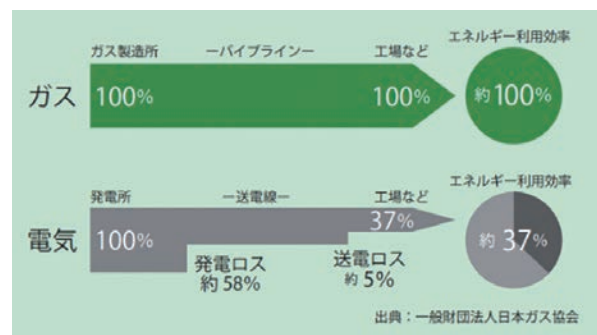

図1 エネルギー効率の違い
蒸気式で検討している現場で比較対象となるのが電気式加湿器である。ガスと電気では、ガス製造所と発電所からの搬送中のロスの差は顕著である。電気は発電によるロスが約58%、送電ロスが約5%となり、エネルギーの利用率は残りの約37%程度と言われている（図1）。それに比べてガスは専用のパイプラインを通過してほぼすべてが有効活用できるエネルギーである。（出展②）